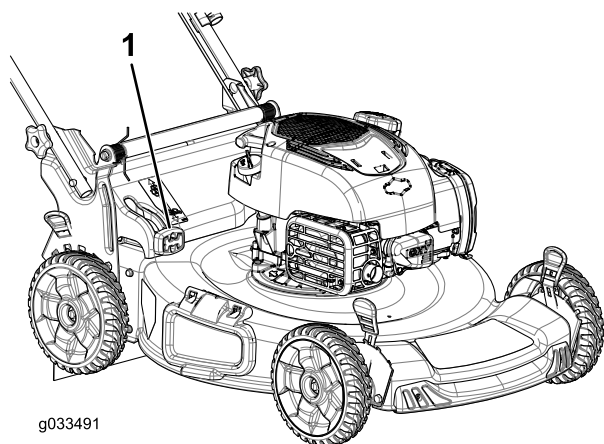

Figura 17
- **Per insaccare erba e sfalcio**, premete il pulsante sulla leva Bag-on-demand e spostatela in avanti fino a quando il pulsante sulla leva non si solleva di scatto (Figura 17).